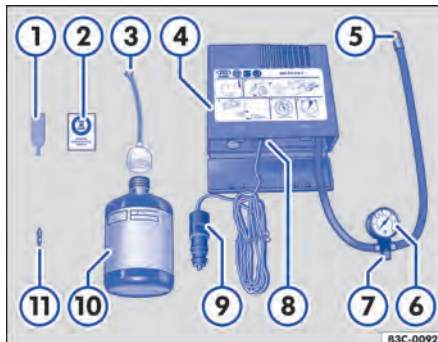

Fig. 300 Representação esquemática: componentes do kit de reparo dos pneus.
O kit de reparo pode estar em diferentes lugares do veículo, por exemplo, em um porta-objetos lateral no compartimento de bagagem ou embaixo do assoalho do compartimento de bagagem. Ele é composto pelos seguintes componentes → Fig. 300:
12. Colar a etiqueta adesiva → Fig. 300 (2) do kit de reparo dos pneus no campo de visão do condutor no painel de instrumentos.
- Com a chave para remoção do elemento da válvula → Fig. 300 (1), desrosquear o elemento da válvula da válvula do pneu e colocá-lo sobre uma superfície limpa.
- Agitar a garrafa para enchimento dos pneus → Fig. 300 (10) algumas vezes com força.
- Rosquear a mangueira de enchimento → Fig. 300 (3) com firmeza no sentido horário sobre a garrafa para enchimento dos pneus. A película na tampa é perfurada automaticamente.
- Remover a vedação da tampa da mangueira de enchimento → Fig. 300 (3) e introduzir a extremidade aberta totalmente na válvula do pneu.
- Rosquear novamente o elemento da válvula com a chave para remoção do elemento da válvula → Fig. 300 (1) na válvula do pneu.
- Rosquear a mangueira de enchimento dos pneus → Fig. 300 (5) do compressor de ar com firmeza na válvula do pneu.
- Verificar se o parafuso de sangria de ar → Fig. 300 (7) está fechado.
- Encaixar o conector do cabo → Fig. 300 (9) em uma tomada 12 V do veículo → Página 198.
- Ligar o compressor de ar com o interruptor LIGA-DESLIGA → Fig. 300 (8).
- Deixar o compressor de ar funcionar até atingir 2,0 – 2,5 bar (29 – 36 psi / 200 – 250 kPa) → **⚠. Tempo de funcionamento máximo de 8 minutos** → ①.
Reconectar a mangueira de enchimento dos pneus → **Fig. 300 ⑤** e ler a pressão dos pneus no manômetro de pressão dos pneus → **Fig. 300 ⑥**.